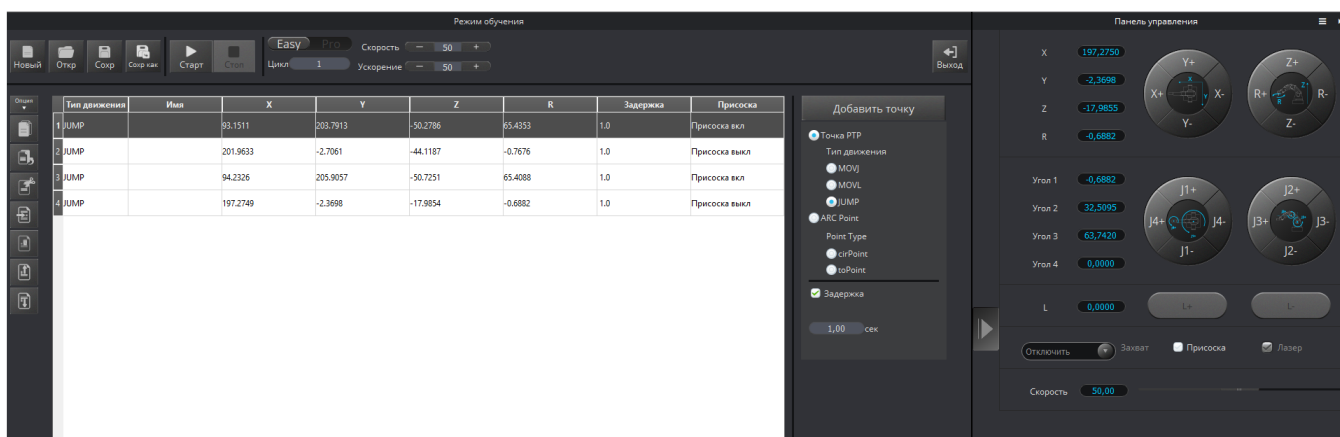

Рис. 1. Интерфейс режима обучения ПО DobotStudio
Интерфейс «Режима обучения» представляет собой таблицу параметров сохраненных точек (рис. 1): тип движения, имя точки, координаты положения рабочего инструмента X, Y, Z, радиус поворота рабочего инструмента (R), длительность паузы после выполнения перемещения (задержка), состояние рабочего инструмента, рабочую панель для выбора типов движения.